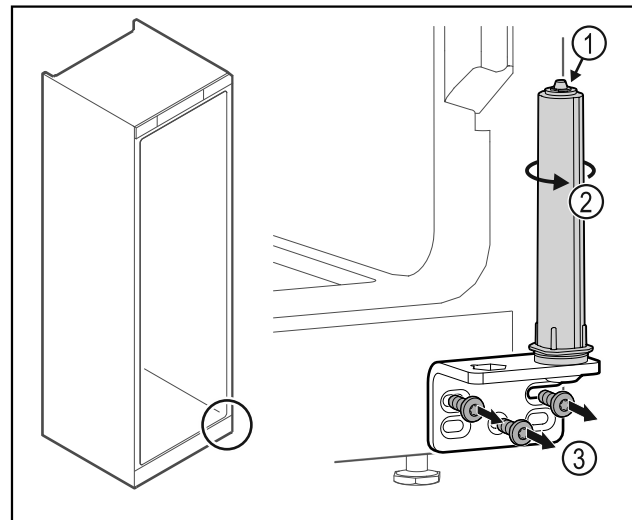

Fig. 41
- Ne szedje szét az ajtó zárrendszert Fig. 41 (1).
- Forgassa el a zárrendszert Fig. 41 (2), amíg az be nem kattann.
- Csavarozza le a csuklópántot Fig. 41 (3).